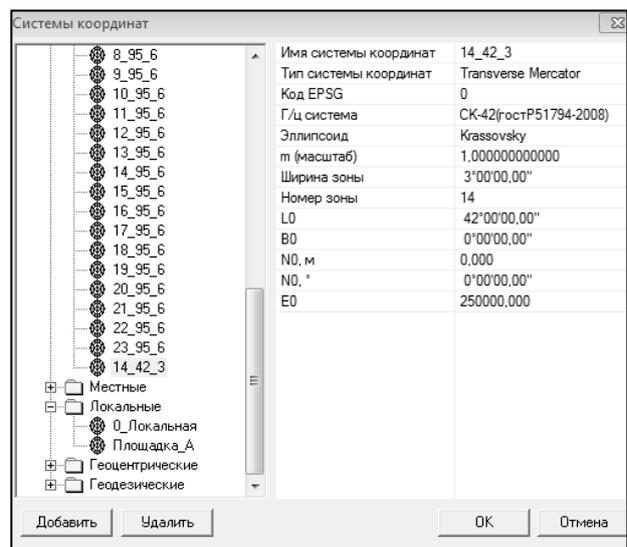

Рис. 1.3.
2.2. В поле **Номер зоны** окна **Системы координат** введите «14», ширину зоны установите 3 градуса, смещение на восток (значение **Eo**) введите 250000м., значения остальных полей оставьте без изменений (рис.1.3).